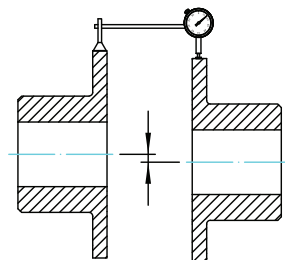

Abbildung 7 – Messung Parallelversatz (TIR)
- 8.5. Beim Messen des Parallelversatzes durch Drehen der Naben im Gleichklang mit den Messuhren, wie in Abbildung 7 gezeigt, sollte der abgelesene Gesamtwert (TIR) durch (2) geteilt werden, um "P" zu berechnen.